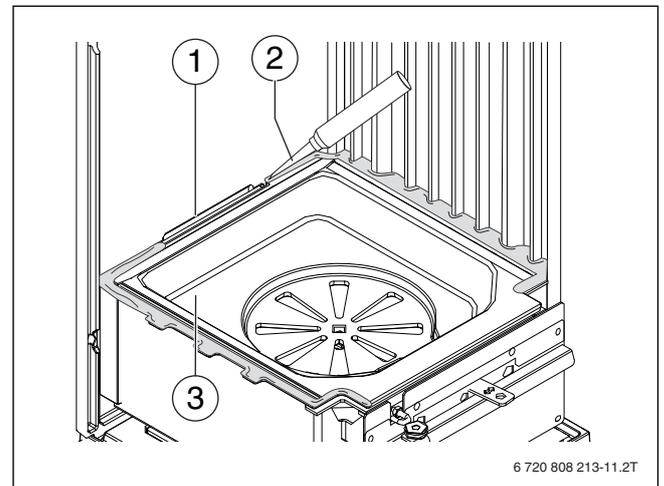

Bild 24 Rostauflage mit dem Kitt abdichten
- Sekundärluftkanal (→ Bild 24, [1]) in der Rostauflage nicht verschließen.